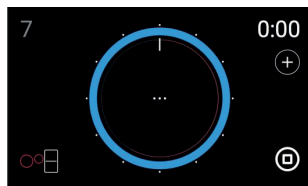

fig. 6
- 1 Touchez l'icône 0:00 (fig. 5). L'anneau de chauffe deviendra bleu indiquant que la fonction est disponible. À l'intérieur de celui-ci, un cercle rouge doté d'un trait plus fin apparaîtra automatiquement et vous indiquera la puissance sélectionnée (fig.6).
Si vous souhaitez de nouveau configurer la puissance, appuyez sur le niveau de puissance indiqué, sur la partie supérieure gauche de l'écran (fig. 6).